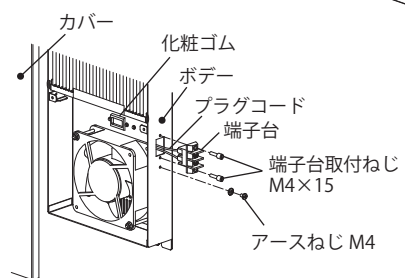

図6 電源端子台の位置変更①
3. 端子台取付ねじ M4×15(2カ所)、アースねじ M4(1カ所)をゆるめて、端子台、アースねじを取外してください。また、端子台からプラグコードを取外してください。(図6)